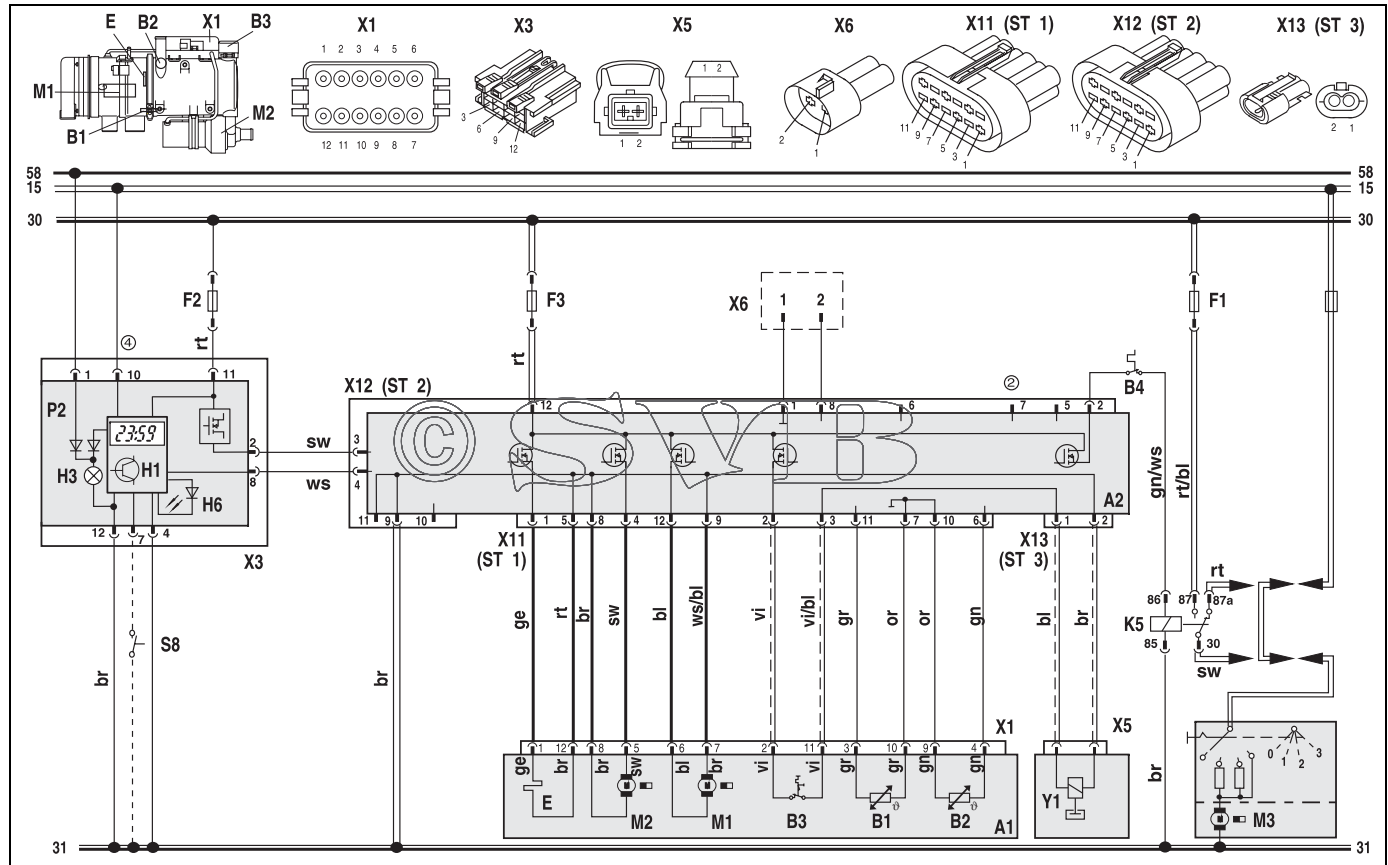

Bild 15: Systemschaltung für Thermo 90 S, 12 und 24V, mit Standard-Vorwahluhr, Legende siehe Seite 17 und 18.
- Vorwähler, siehe Schaltpläne Bild 15, 16, 19 oder 20.
Die Ansteuerung des fahrzeugeigenen Heizgebläses erfolgt über ein Relais, siehe Schaltplan Bild 15, 16, 17, 18, 19, 20, 21, 22 oder über ein Relais mit Raumthermostat.